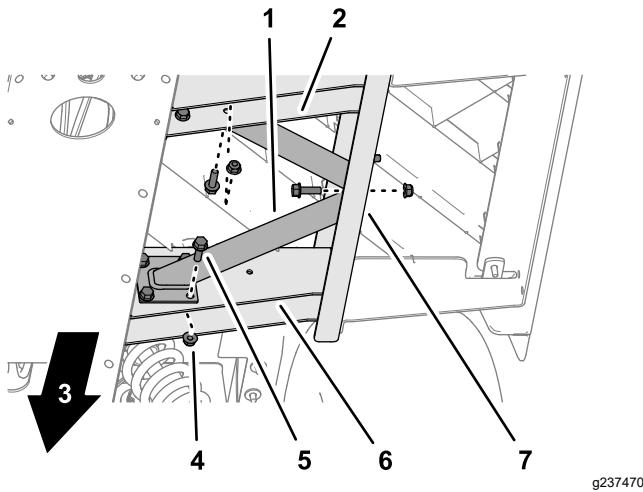

Figura 19
1. Alinhe os orifícios no suporte do piso com os orifícios que perfurou nos canais laterais e do piso (Figura 19).
2. Monte o suporte do piso nos canais laterais e do piso com 10 parafusos de cabeça flangeada (5/16 x 1 pol.) e 10 porcas de bloqueio flangeadas (5/16 pol.) como se mostra na Figura 19.